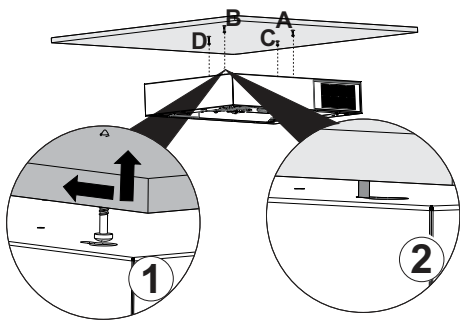

Abb. 8
4. ➔ Die Motorbox an den Schrauben der Punkte A,B,C,D in die Langlöcher einhängen und in Pfeilrichtung drücken (Abb. 8/1).
Drehen Sie die Schrauben an den Punkten A,B,C,D fest (Abb. 8/2).